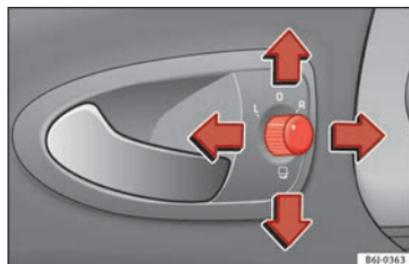

Fig. 97 Commande des rétroviseurs extérieurs.
1. Tournez le bouton rotatif » fig. 97 en position **L (rétroviseur extérieur gauche)**.
- Tournez le bouton rotatif » fig. 97 en position ☞ pour rabattre les rétroviseurs extérieurs. Pour éviter tout dégât, il est conseillé de toujours rabattre les rétroviseurs exté-